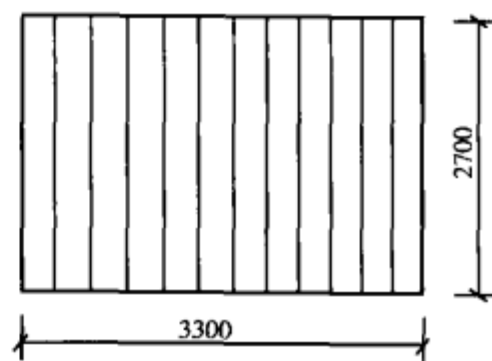

图 4-41 推拉钢木折叠门
**【例41】** 求如图4-41所示推拉钢木折叠门工程量,共 $18$  樘。
**【解】** (1) 定额工程量